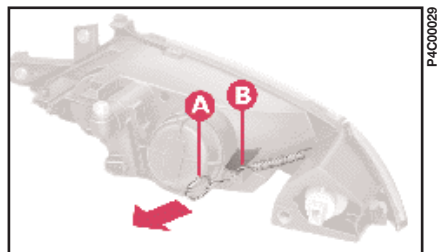

fig. 13
1) Sganciare la molla **A** (fig. 13), dal supporto **B**, agendo nel senso della freccia.